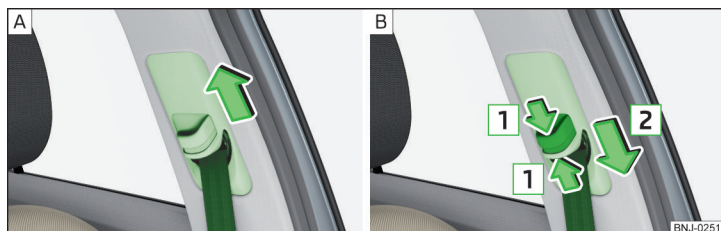

Fig. 5 Ajuste en altura del cinturón para los asientos delanteros
- » Desplazar la guía **hacia arriba** en sentido de la flecha » fig. 5 - A.
- » **O bien:** Comprimir el seguro en el sentido de la flecha **1** y deslizar la guía **hacia abajo** en el sentido de la flecha **2** » fig. 5 - B.